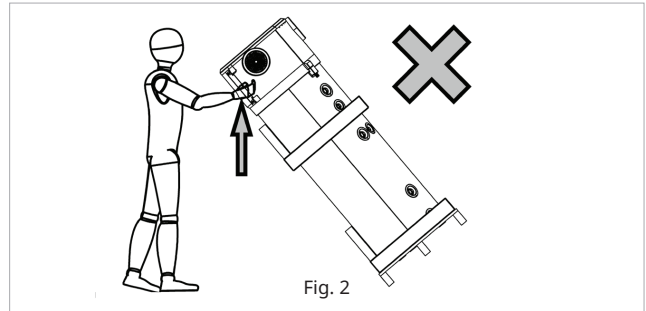

Fig. 2
- ⊖ Protejați dispozitivul împotriva agenților atmosferici pe întreaga perioadă în care rămâne inactiv înainte de utilizare. **Pozițiile nepermise** pentru transport, manipulare și depozitare sunt prezentate în Fig. 2 și 3.